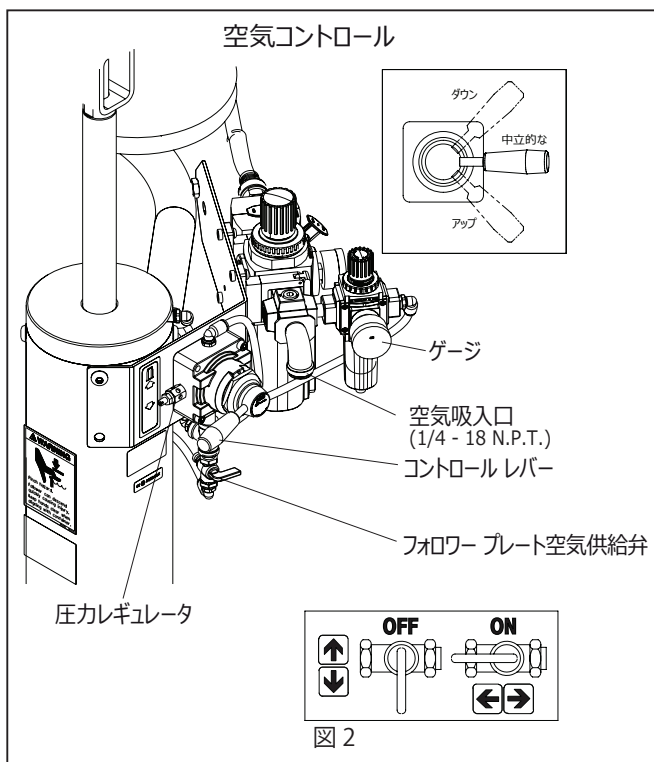

図 2
1. 図2のポンプ/ドラムの上部の隙間を記録します。リフトがユニットの上のオブジェクトにぶつからないことを確認します。RM552X-XXX-XXX-XX 2ポストリフト/ラム操作マニュアルの3ページにある「操作および安全に関する予防措置」も参照してください。